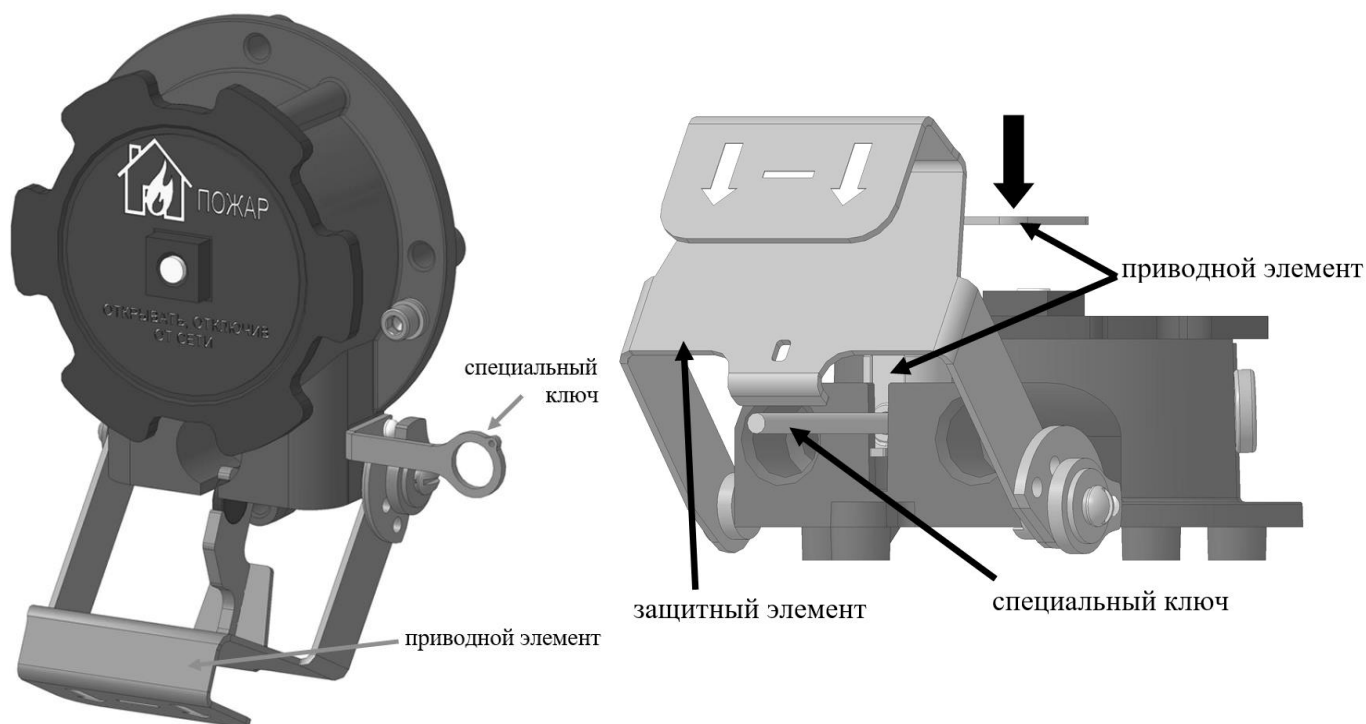

Рисунок 3. (слева «ИПР 535 Орлан-П-А-А», «ИПР 535 Орлан-П-Н-А», справа «ИПР 535 Орлан-П-А-В», «ИПР 535 Орлан-П-Н-В»)
- вставить специальный ключ в паз (см. рисунок 3) с правой стороны приводного элемента извещателя;
- вставить специальный ключ в отверстие приводного элемента и вернуть по резьбе на 3-4 оборота по часовой стрелке (см. рисунок 3);